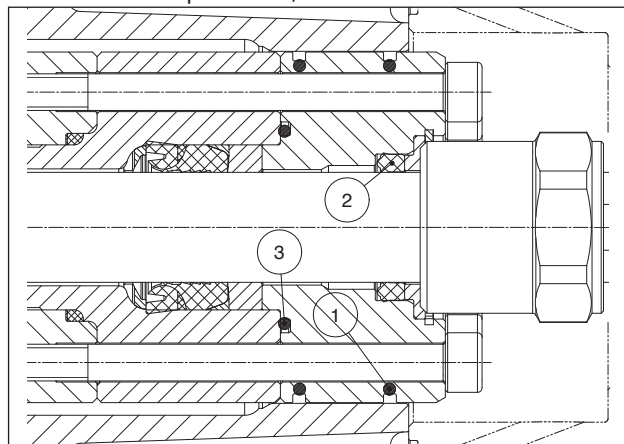
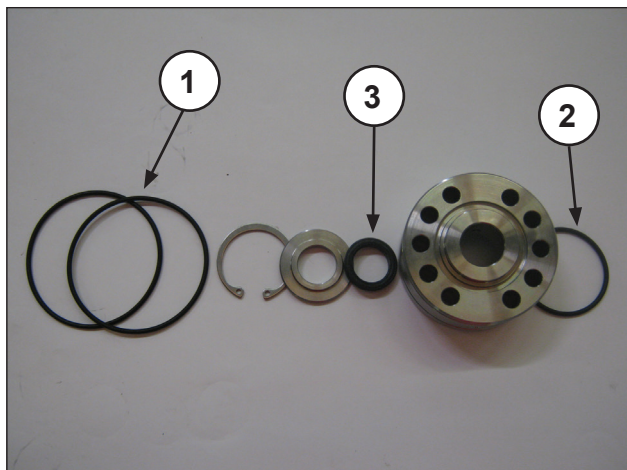

Fig. 141
Fig. 142
Rimontare il gruppo supporto tenute (Fig. 141 e Fig. 142) sostituendo i componenti ①, ② e ③.